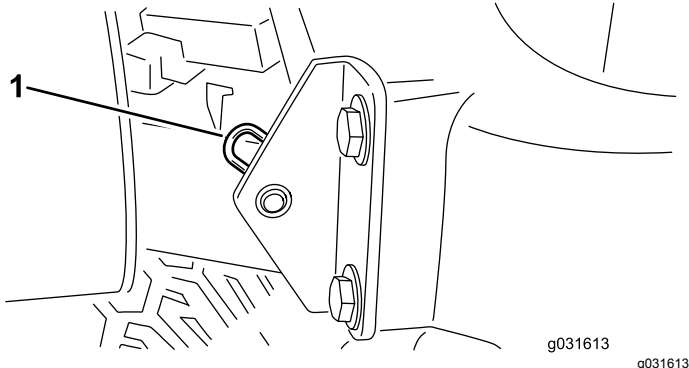

Bild 74
2. Entfernen Sie den Splint, mit dem das Gelenk der Motorhaube an den Befestigungshalterungen befestigt ist (Bild 74).